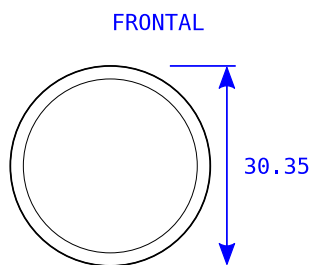

Figura 1: Datos del círculo
- Dado el círculo de la figura 1, calcular la formula del área en función de su diámetro.